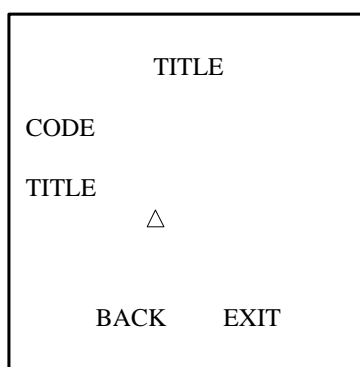

Abbildung 3-9 Dome-Namen einrichten
- Rufen Sie in der Liveansicht das Preset 11 innerhalb von fünf Sekunden zweimal auf, um zum Menü **SET TITLE** zu gelangen (siehe Abbildung 3-9).